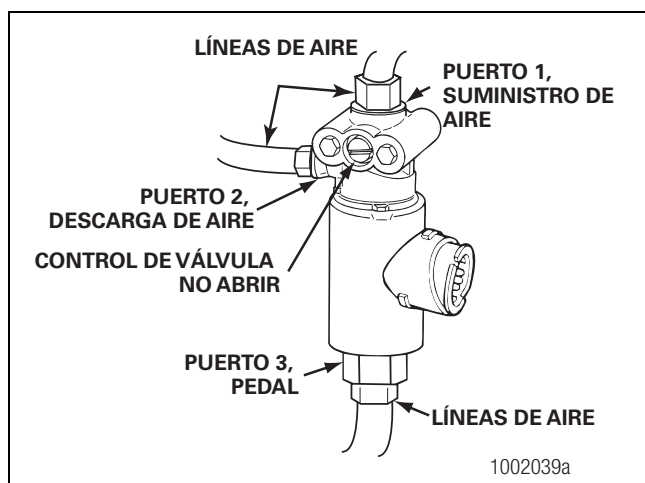

Figura 4.5
6. Desconecte las líneas de aire del Puerto 1 (suministro de aire), del Puerto 2 (descarga de aire) y del Puerto 3 (pedal) de la válvula ATC. Figura 4.5.